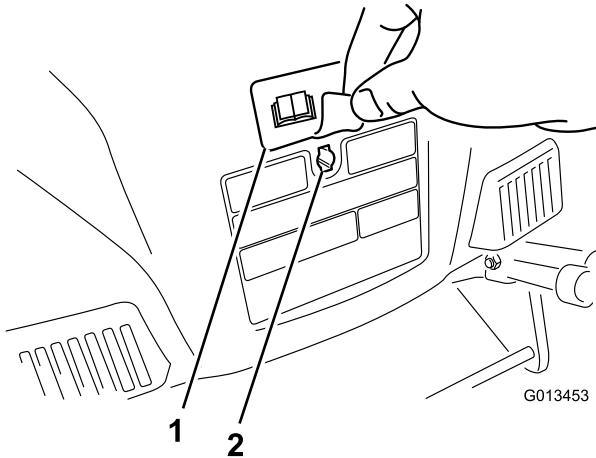

Figure 5
3. Retirez l'autocollant qui masque le trou de clavette au dos du carter (**Figure 5**).